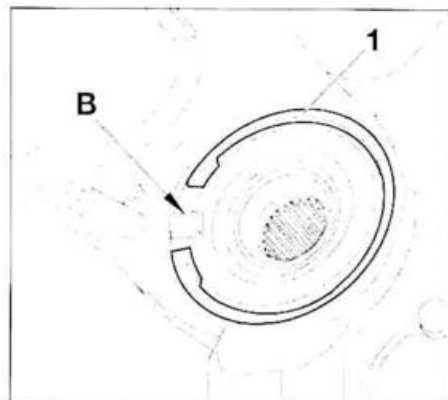

FIG. 25
- Colocar un anillos de seguridad nuevos (1) de sujeción del rodamiento en su alojamiento (fig. 25).